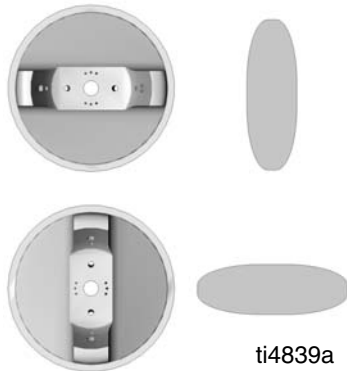

FIG. 2
1. Girar el casquillo de aire hasta obtener el chorro de pulverización deseado. Consulte la FIG. 2.